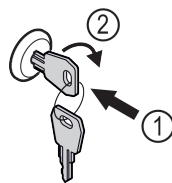

Fig. 176 Beispielhafte Darstellung
- ▶ Schlüssel hineindrücken Fig. 176 (1).
- ▶ Schlüssel um 90° im Uhrzeigersinn drehen Fig. 176 (2).